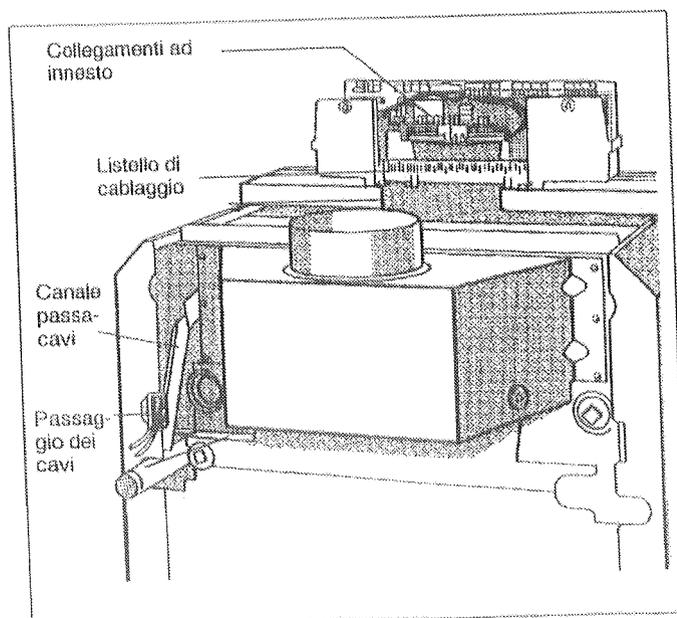
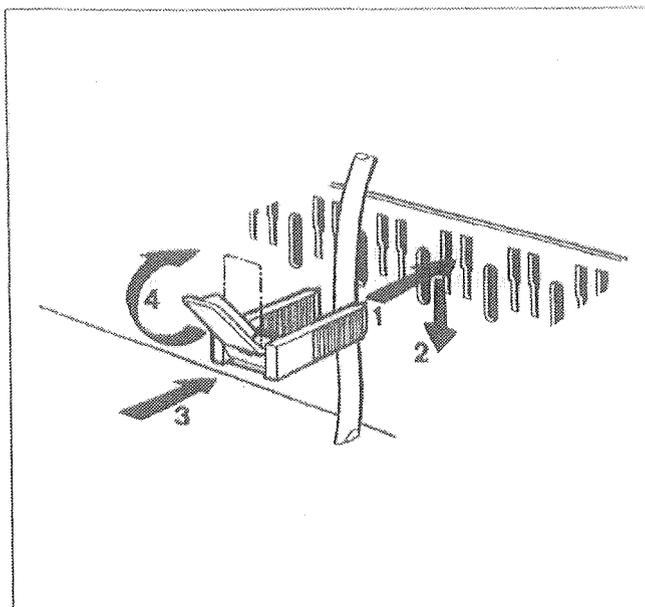

Fig. 17: Passaggio dei cavi e collegamenti ad innesto; HS 431x come esempio
Fig. 18: Fissaggio del cavo con fascetta serracavo
- Far passare i cavi di collegamento elettricie la linea di collegamento del controllo dei gas di combustione attraverso il passaggio cavi fino all'apparecchio di regolazione (Fig. 17).
- Realizzare gli allacciamenti elettrici a carico del committente, ai connettori dell'apparecchio di regolazione come da schema elettrico (Fig. 17).
- Fissare tutti i cavi con fascette serracavo: inserire dall'alto la fascetta serracavo con immesso il cavo nella fessura del listello di cablaggio (Fig. 17); la linguetta della leva deve essere rivolta verso l'alto. Spingere la fascetta serracavo in basso e sottoporla ad una contropinta. Portare la leva verso l'alto (Fig. 18).